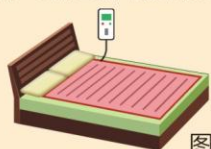

图1
1、将电热毯不分正反面平铺在适合规格的床垫或棉絮(褥垫)上面。不能将电热毯置于两层棉絮(褥垫)中间或棉絮(褥垫)下面。有控制器端作为肩部，发热线的布线区域不能置于枕头下。图1